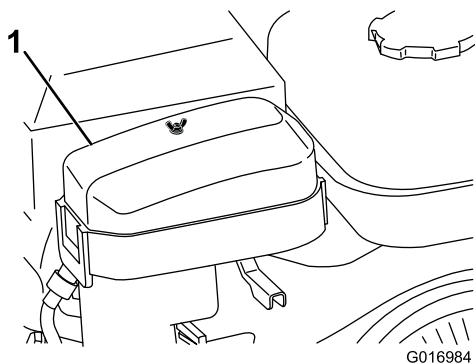

图25
2. 拧掉固定空气滤清器盖的蝶型螺帽然后取下滤清器盖图25。